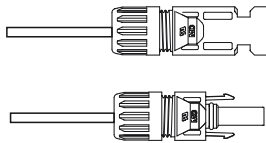

Figura 4.11 Conector com porca-capa aparafusada
4. Insira o pino de contato na parte superior do conector e aparafuse a porca-capa na parte superior do conector (veja a figura 4.11).